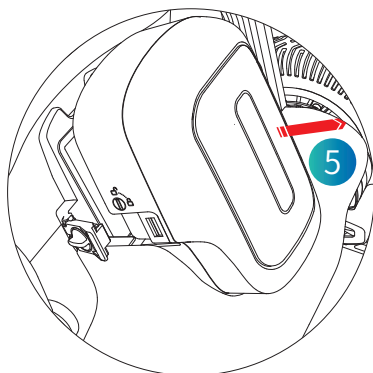

Figura 4.6.1.3
(3) Step 3: rimuovere la batteria nella direzione indicata nella figura (Come mostrato nella Figura 4.6.1.3).